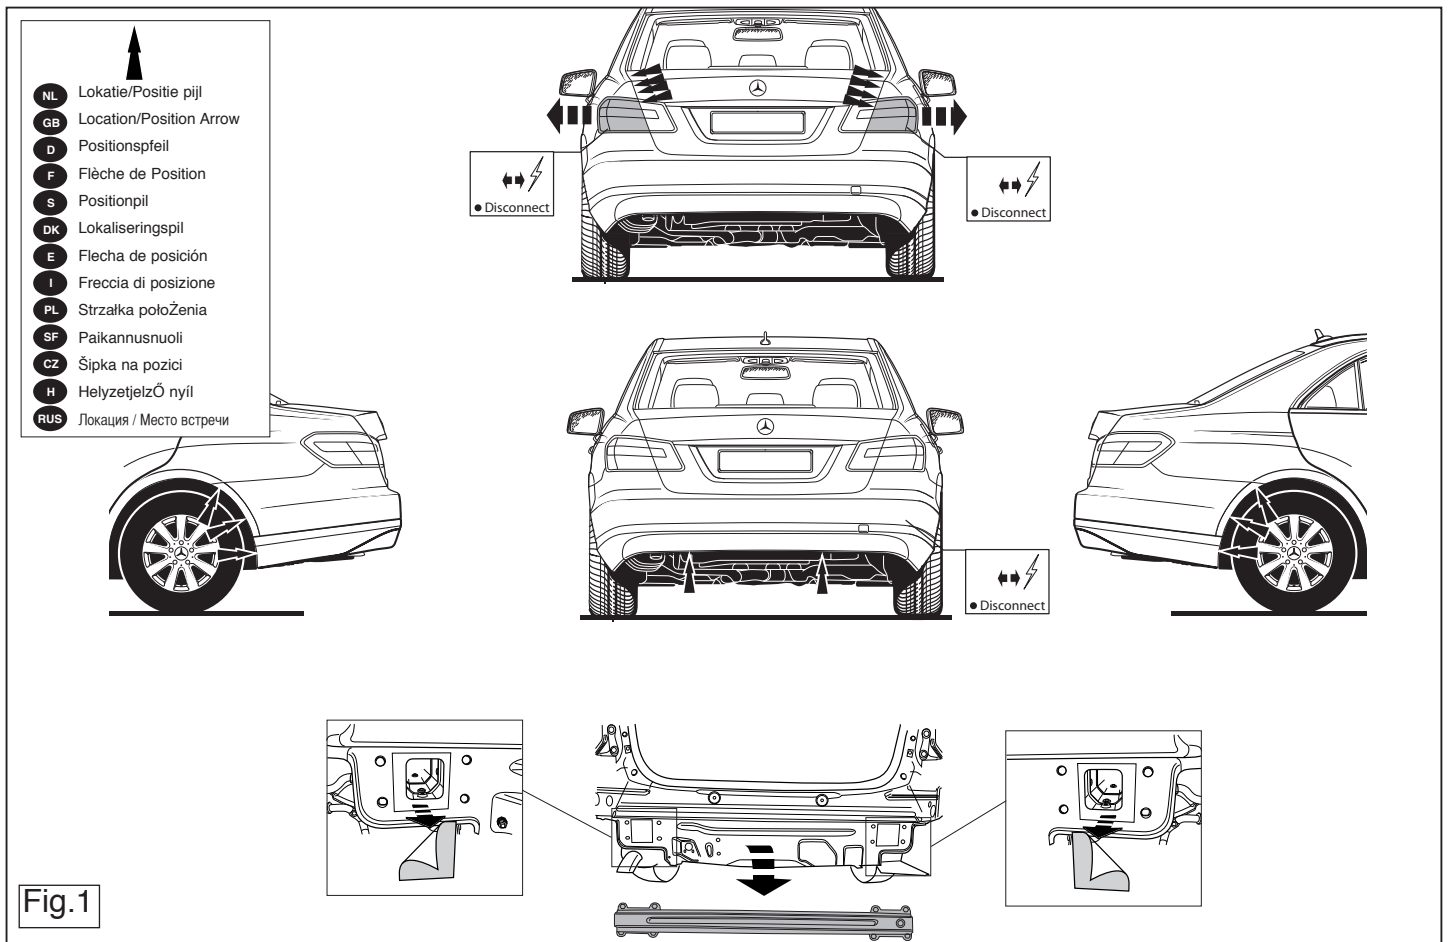

Fig.1
2. Remove the bumper and the steel buffer beam from the vehicle. The buffer beam will no longer be needed. Remove the tape to the right and left. See figure 1.
2. Die Stoßstange einschließlich des stählernen Stoßbalkens vom Fahrzeug abmontieren. Der Stoßbalken wird nicht mehr benötigt. Tape links und rechts entfernen. Siehe Abbildung 1.
2. Déposer le pare-chocs du véhicule y compris la traverse en acier la traverse ne sera plus utilisée. Enlever l'adhésif à gauche et à droite. Voir la figure 1.